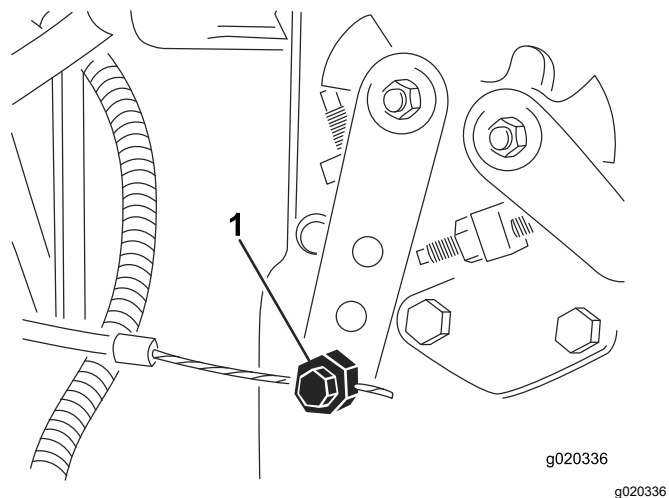

図 75
3. 噴射ポンプのレバーアーム 図 75 の部分にあるスロットルケーブルのコネクタをゆるめる。